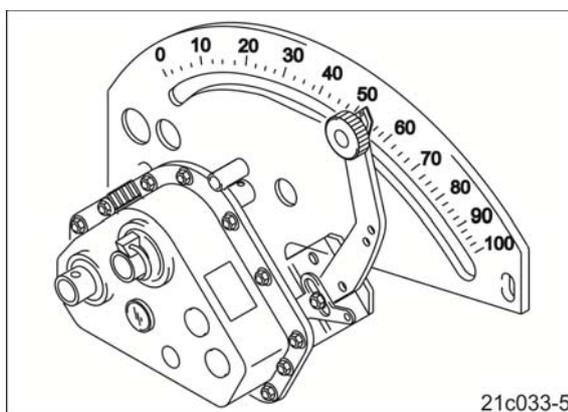

Fig. 198
5. Die Aussaatmenge halbieren. Den Getriebebestellhebel (Fig. 198/1) entsprechend einstellen.